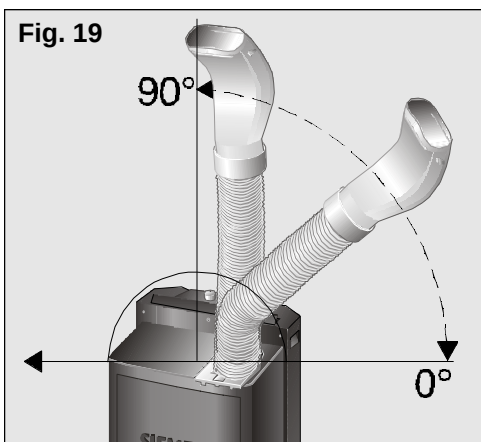

Fig. 21
- ❑ Situe um recipiente na saída do tubo e retirar o tampão para apanhar a água condensada, **Fig. 21**.